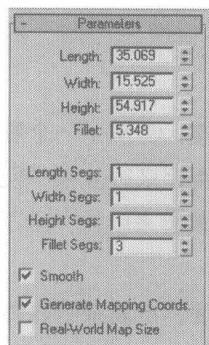
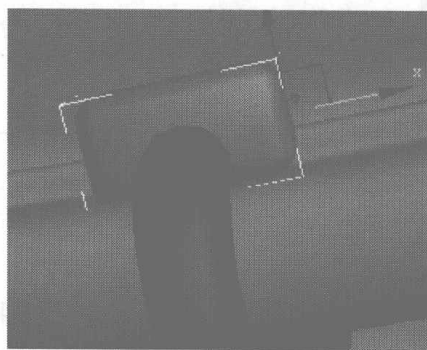

图 5.555
图 5.556
- 13** 接下来制作跟架子相连接的垫片。在 创建面板的 区域，选择 **Extended Primitives** 类型，单击 **ChamferBox** 按钮，在视图中创建一个倒角立方体，在 **Parameters** 卷展栏中设置如图 5.555 所示参数，模型显示如图 5.556 所示。